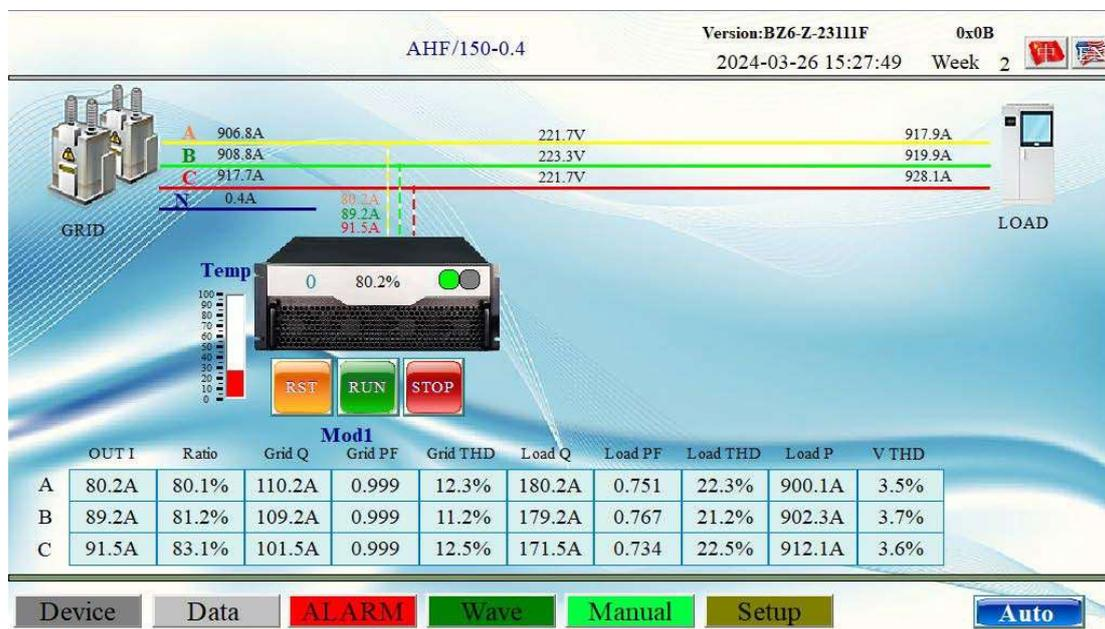

Figura 2 - Interfaccia touch screen
Sulla schermata di Figura 2 si possono visualizzare informazioni importanti, come Temperatura, Corrente (A), Tensione (V), Corrente di compensazione in uscita, PF, THDI, Potenza attiva, Potenza reattiva ecc., sono presenti inoltre i tasti RUN e STOP, che servono rispettivamente per l'accensione e lo spegnimento del filtro.